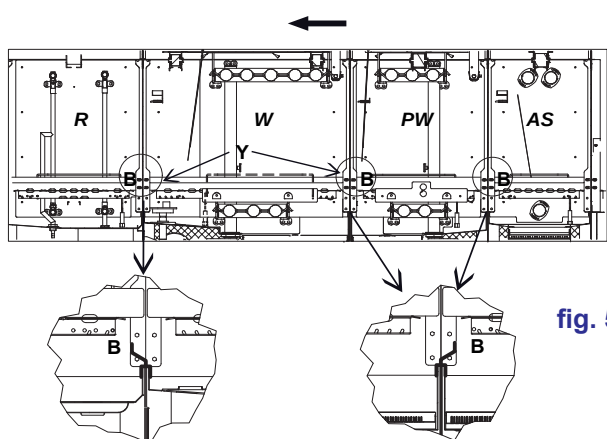

fig. 5
Inserire la paratia giunzione moduli **B**, facendo attenzione al verso di lavoro come indicato in figura, fissarla utilizzando le viti in dotazione (vedi fig. 5).
- 4) Inserire i guidacesto posteriori **C** all'interno della macchina bloccandoli nelle apposite posizioni utilizzando i fori asolati dei moduli indicati con **Y** nella figura precedente (vedi fig. 5 e 6).